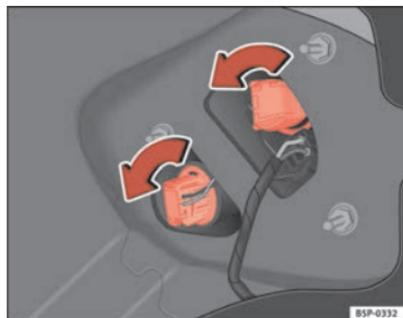

Abb. 186 Rücklichter an der Karosserie
- Drehen Sie den Lampenträger nach links ⇒ Abb. 186.